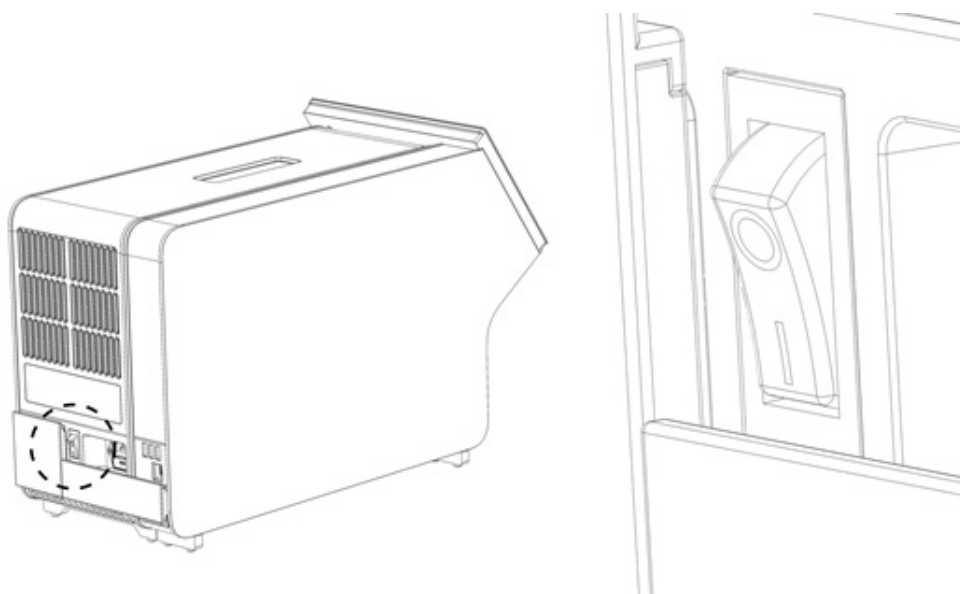

Bild 11. Identifiera strömbrytaren och växla den till I-positionen.
9. Slå på instrumentet genom att växla strömbrytaren på baksidan av den analytiska enheten till I-positionen (bild 11).